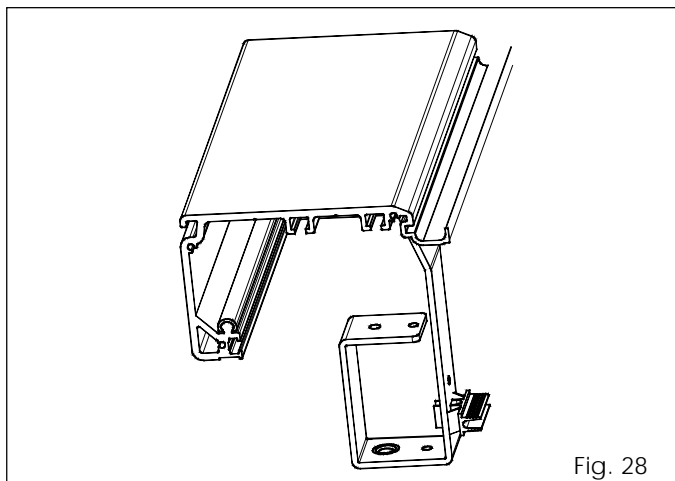

Fig. 28
- Fissare la staffa supporto pomello di sblocco interno all'altra estremità della traversa (dalla parte del gruppo motore) come indicato in fig. 28. La staffa supporto pomello di sblocco interno va sempre montata, anche se non si utilizza il blocco motore.